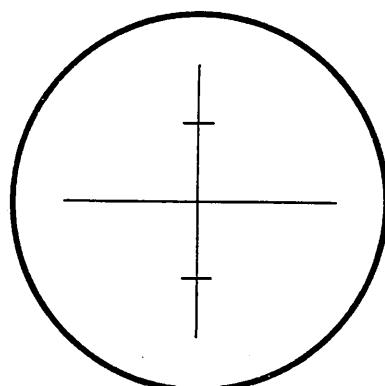

図3.6
- 1) ピープサイト②を使って、対物レンズ⑧を、目標物に向けます。
- 2) 接眼レンズ⑬を徐々に引き出しながら、焦点板十字線がぼける寸前で止めます。 (図3.6)